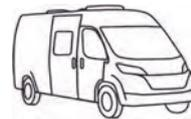

Bild 87 Toilettenraum mit Dusche
- Zum Duschen die Tür (Bild 87,1) schließen und den Duschvorhang (Bild 87,2) komplett zuziehen, so dass alle Wände geschützt sind.